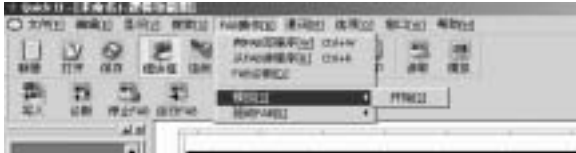
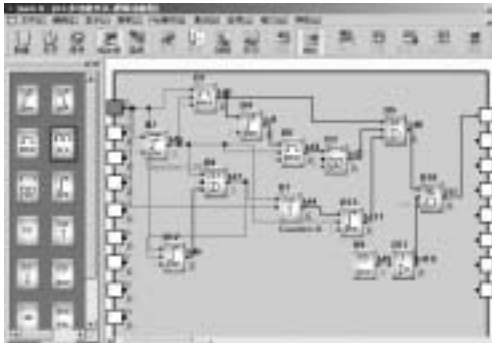

图 4.16 开启模拟
图 4.17 FAB 程序的模拟运行
1、用鼠标左键点击指令FAB操作选单下的模拟选项，再点击开始，如图4.16所示，或者直接用鼠标点击工具栏中的  按钮，则可开启模拟，此时您可从画面上的输入输出状态看到程序运行的结果，如图4.17所示。